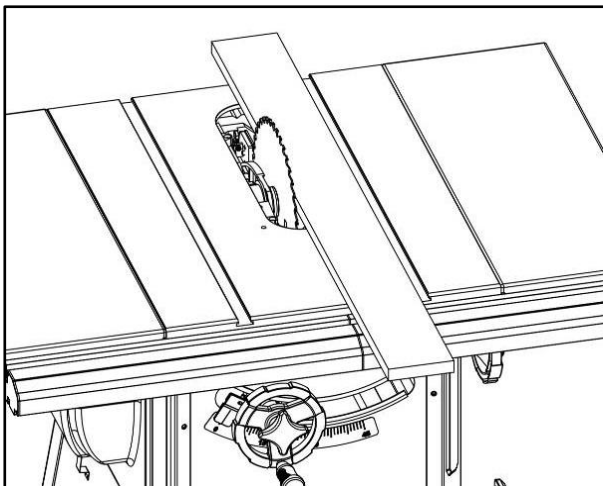

Рисунок 18
- Расположите направляющие встык и соединение между ними выровняйте по правой стороне пильного диска. Возможно, вам потребуется деревянный молоток, чтобы слегка прижать направляющие друг к другу. Убедитесь, что направляющие установлены точно встык (рис. 18).